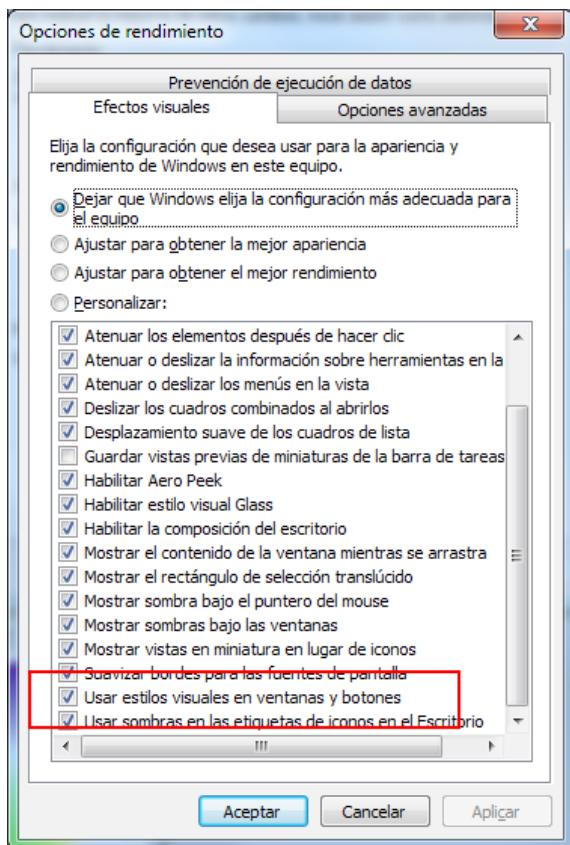

Ilustración 9.4
3. Activate the “Use visual styles on windows and buttons” option. See Figure 9.4